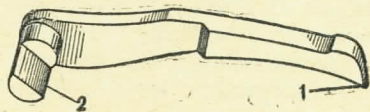

Рис. 15. Собачка:
16. **Собачка** (рис. 15) удерживает барабан от вращения влево при спущенном курке, поворачивает барабан на  $\frac{1}{7}$  часть окружности и подает его в переднее положение при взведении курка; собачка своей осью помещается в отверстии